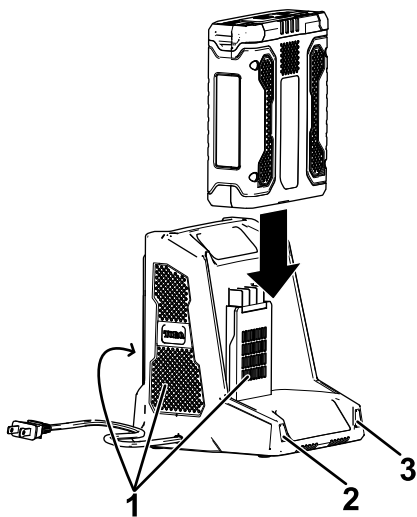

Figura 9
4. Introduzca la batería en el cargador hasta que esté completamente asentada (Figura 9).